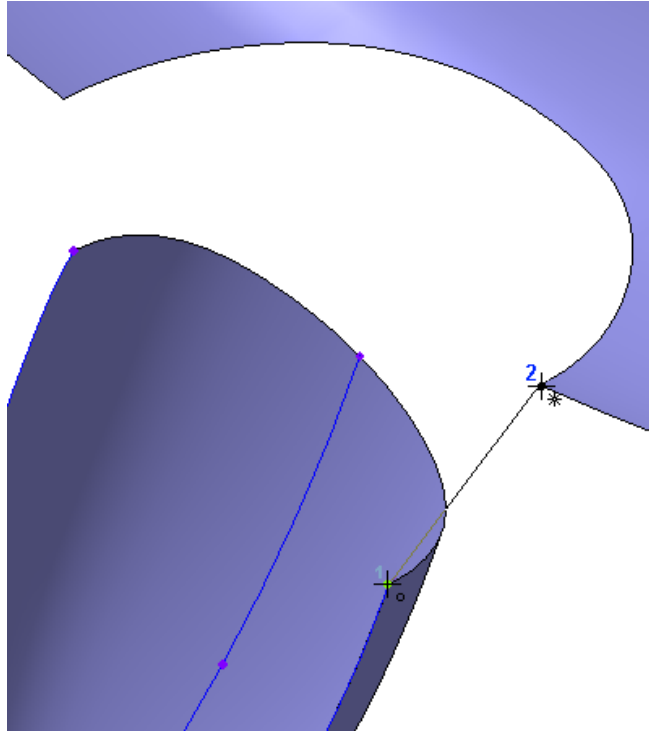

Рисунок 59
- Укажите точку 1 и вершину 2 (рис.59).